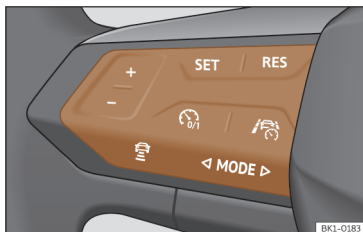

Fig. 126 No volante multifunções: botões para utilizar o ACC.
- Pressione o botão do volante multifunções >>> **Fig. 126**.
- Para começar a regulação pressione o botão **SET** >>> **Fig. 126**.
Para programar a velocidade pressione os botões + ou - >>> **Fig. 126** até à velocidade pretendida. O ajuste de velocidade realiza-se em intervalos de 10 km/h (5 mph).
- Pressionar o botão e, em seguida, o botão + ou - >>> **Fig. 126**.
- Pressione brevemente o botão >>> **Fig. 126** ou pressione o pedal do travão.